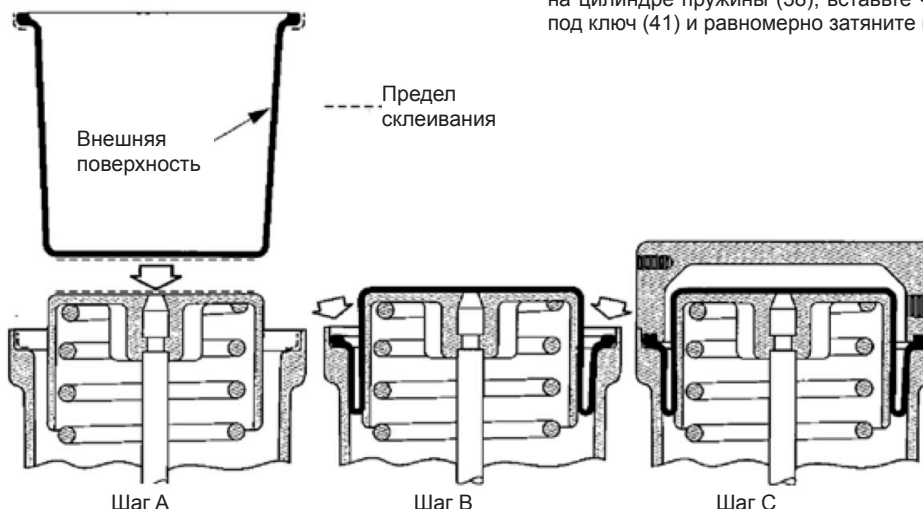

Рисунок 7 - способ 2
Примечание. На внутренней поверхности мембраны, соприкасающейся с поршнем, нанесена надпись «сторона поршня»; будьте осторожны, чтобы слой неопренового клея не выходил за пределы, соответствующие плоской части поршня (рисунок 7 - способ 2, шаг А).
- H-2. Отцентрируйте и прикрепите мембрану (40) к поршню (43) (рис. 7 - способ 2, шаг А).